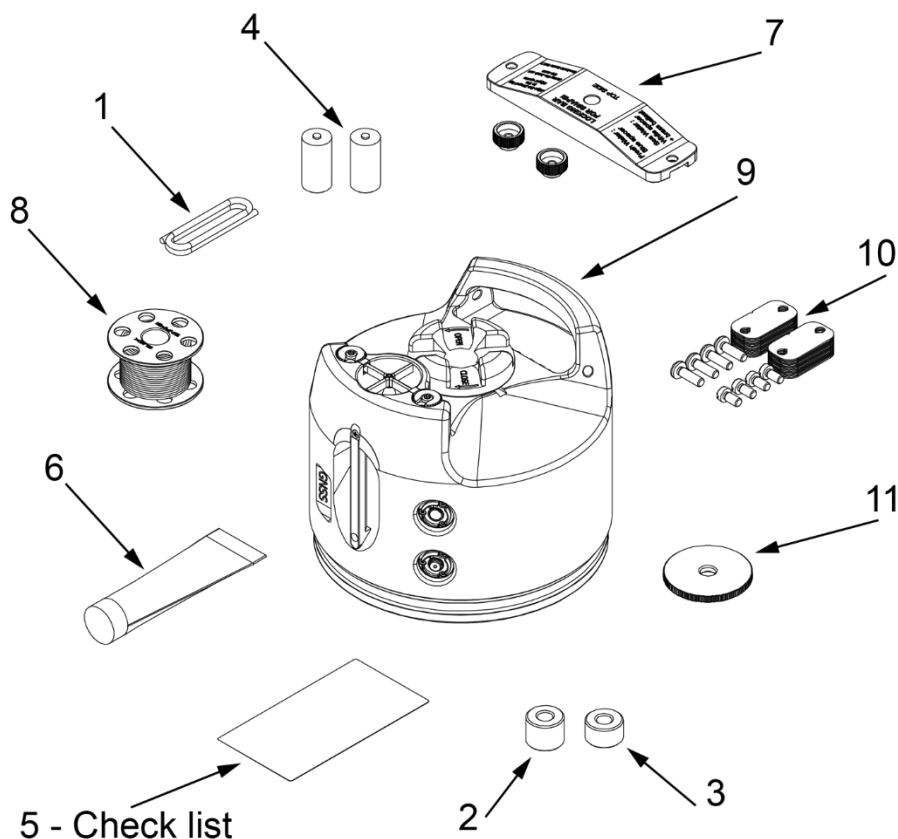

Fig 3 - Contenuto della confezione
Se si intende utilizzare il SINAPSI per acqua salata, è necessario installare sul musone il disco zavorra supplementare per acqua salata (pos.11 - **Fig 3 - a pag. 8**).